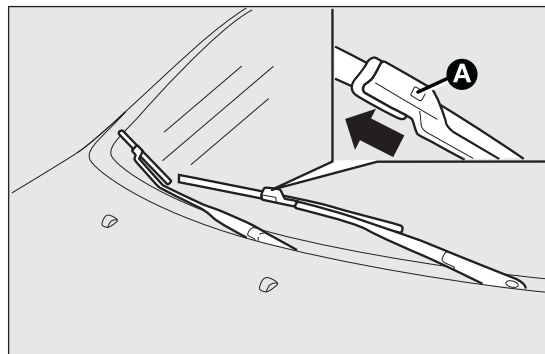

fig. 179
- ☐ presionar la lengüeta A fig. 179 del muelle de enganche y extraer la escobilla del brazo;